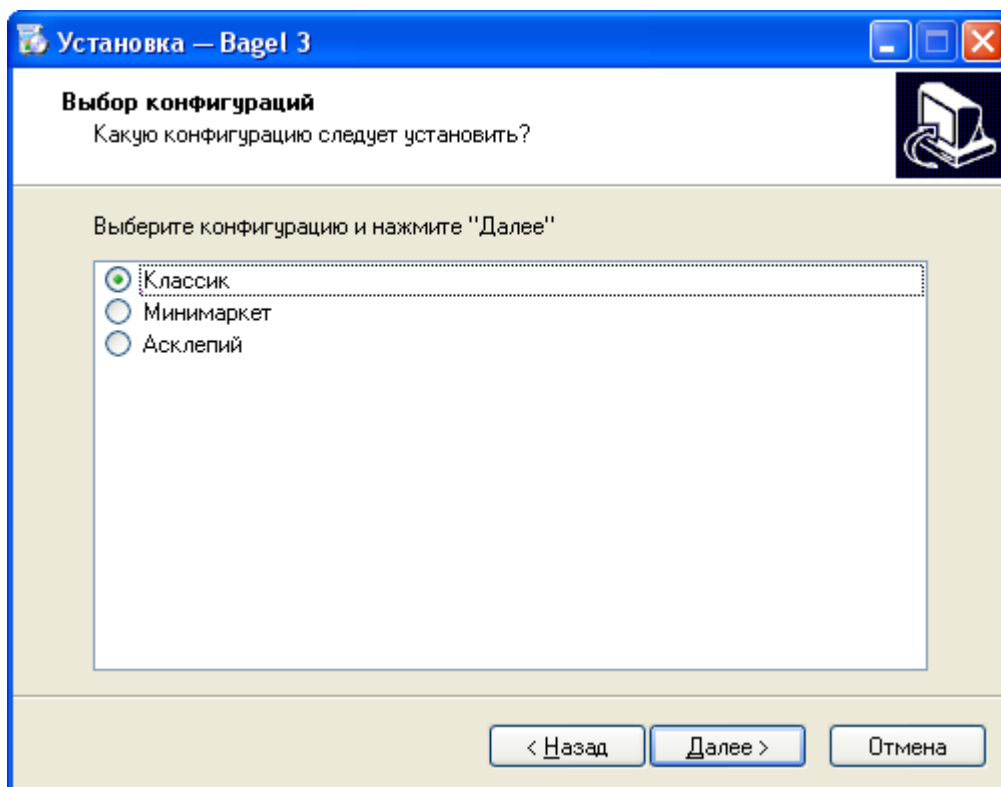

Рис. 1.10
- Укажите одну из пользовательских конфигураций Classic, Minimarket, Asklepiy (рис.1.10)